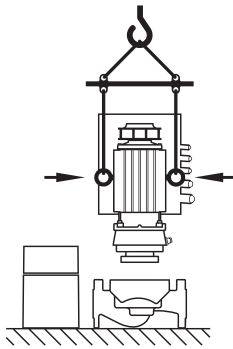

Fig. 9: Transport du moteur
- Si nécessaire, p. ex. en cas de réparation, les œillets de transport peuvent être fixés non pas sur la bride mais sur le carter de moteur (voir p. ex. fig. 9). Avant le montage des œillets de transport sur le carter de moteur, sortir les écarteurs des orifices prévus pour les œillets de transport (fig. 7, pos. 20b) (voir chapitre 10.2.1 «Remplacer la garniture mécanique» à la page 50).
- Si les œillets de transport sont montés non pas sur la bride mais sur le carter de moteur, ils ne peuvent être utilisés que pour le transport du kit embrochable (fig. 9) mais pas pour transporter l'ensemble de la pompe et donc pas pour séparer le kit embrochable du corps de pompe.